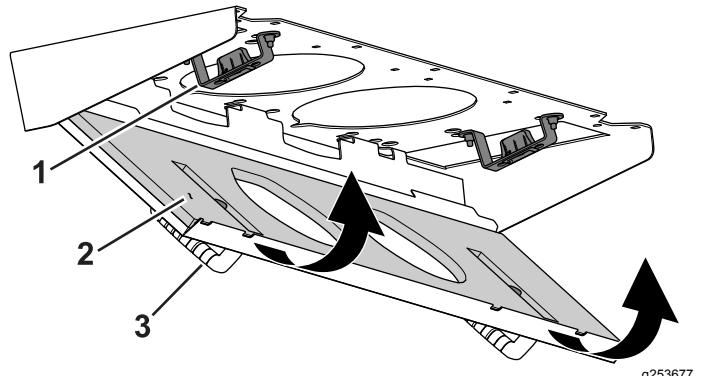

図 117
4. フィルタスクリーンを押し上げてスクリーンのラッチをラッチ取り付けアセンブリにロックする図 117。